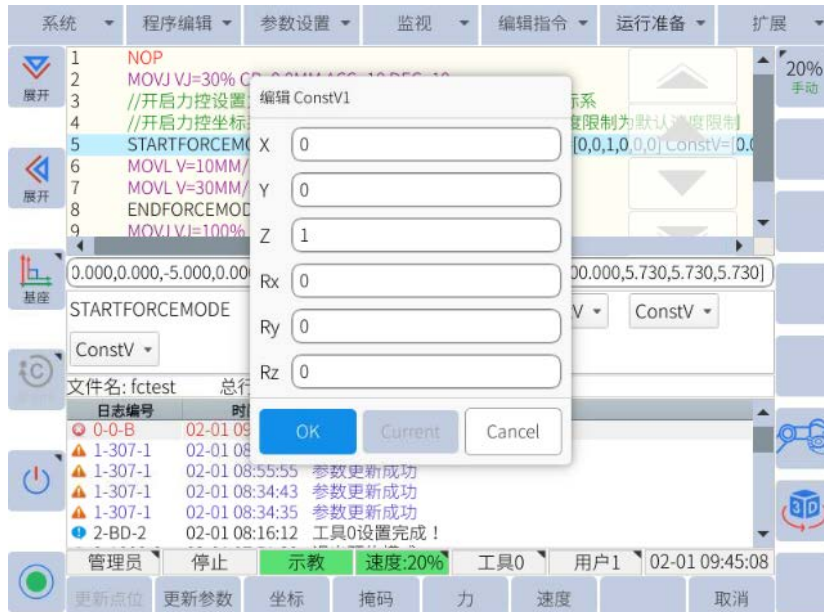

图 6-50: 掩码界面自由度的掩码设置
- 通过点击掩码按钮设置各个自由度的掩码。每个自由度掩码包含运动控制（编号为0）和力跟踪（编号为1）两种状态。如图6-50所示（此时的掩码001000表示在当前力控坐标系的Z轴方向为力跟踪状态）：